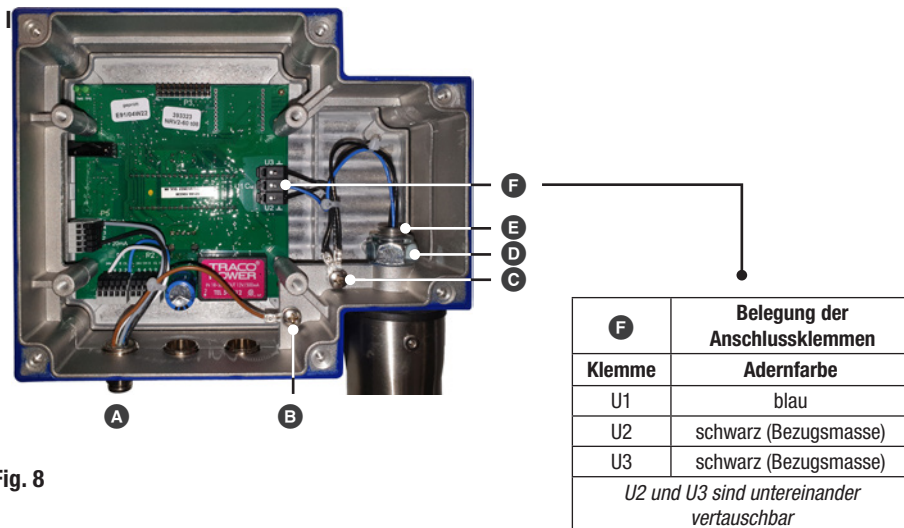

Fig. 8
10. Verbinden Sie die Elektrodenverkabelung wieder mit der Platine, siehe Tabelle in **Fig. 8**.